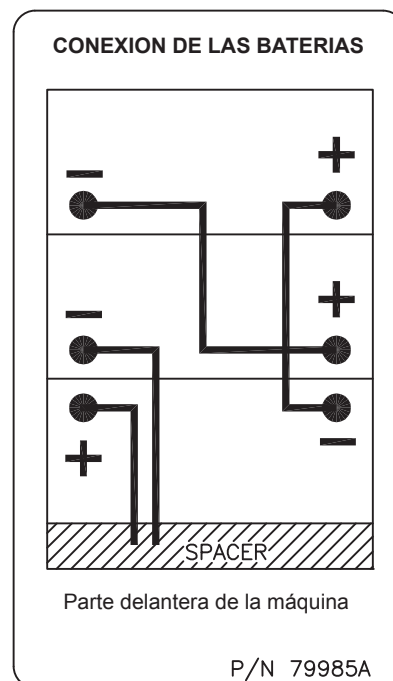

Figura 5
1. Asegúrese de que el interruptor de llave se encuentre en la posición "OFF" (O).
2. Coloque cuidadosamente las baterías en la bandeja de baterías. Ordénalas de la forma que se muestra en la figura 5.
3. Instale los cables de la batería como se muestra en la figura 5, con los terminales marcados con la letra "P" en los bornes positivos de la batería y los terminales marcados con la letra "N" en los bornes negativos. Coloque los cables de manera tal que se puedan quitar las tapas fácilmente cuando sea necesario agregar agua a las baterías.